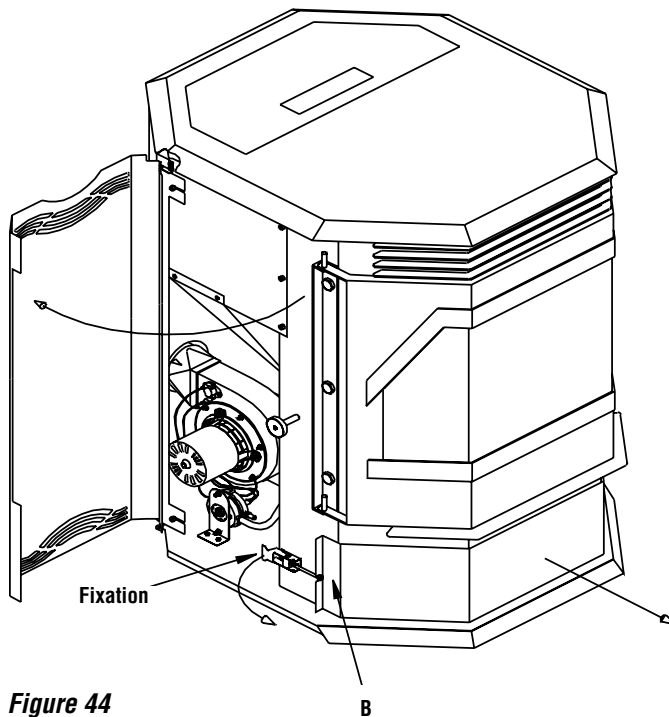
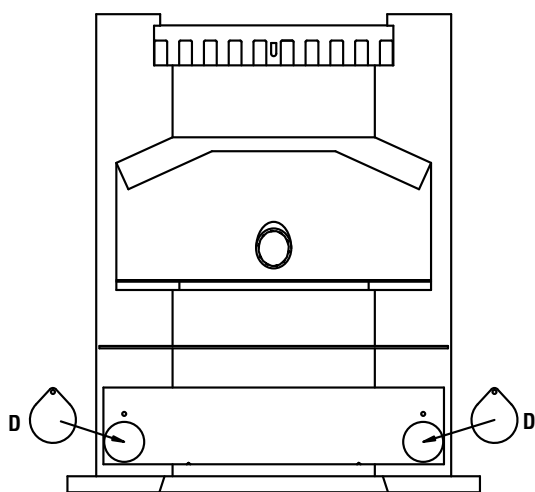

Figure 44
Figure 46A
ATTENTION : Ne pas sortir le tiroir à cendres quand le poêle est chaud. Pour retirer le tiroir à cendres, ouvrir les portes gauche et droite. Tourner le levier de la fixation B (voir Figure 44) vers l'extérieur pour déverrouiller le tiroir à cendres. Faire de même avec la fixation située sur le côté droit du poêle. Tirer le tiroir à cendres vers l'avant pour le sortir du poêle.
6. Retirer le tiroir à cendres (voir **Figure 44**) pour accéder aux passages d'évacuation situés au bas du poêle, à gauche et à droite (voir repères D, **Figures 46A et 46B**).